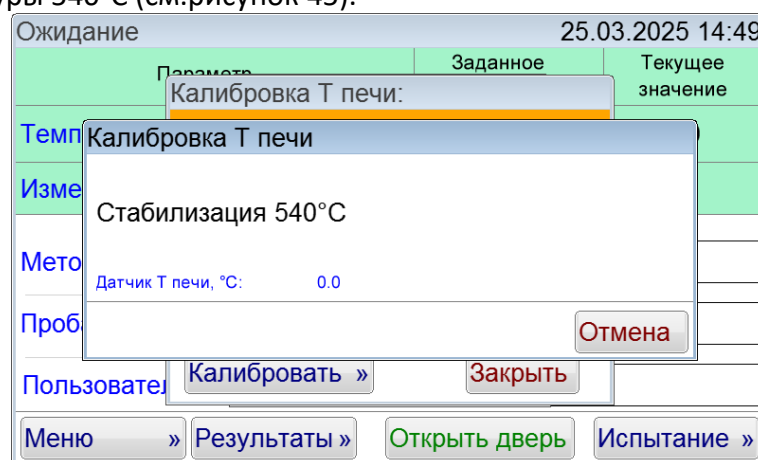

Рисунок 45 – Окно «Калибровка Т печи». Шаг второй.
5.9.8 Ввести значение с образцового термометра и нажать на кнопку **[Далее]**. Печь начнет нагрев камеры до температуры 540°C (см. рисунок 45).